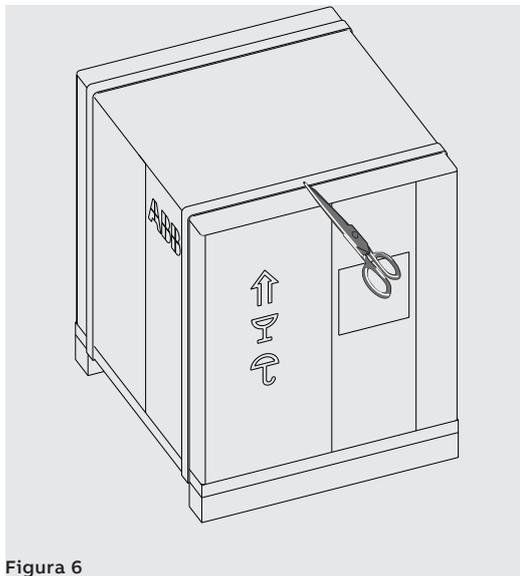
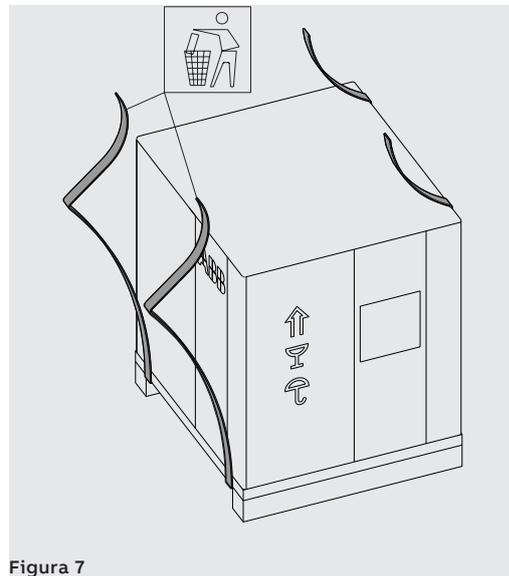

Figura 6
Figura 7
1. Tagliare le fascette che avvolgono la scatola d'imballo. Vedi Figura 6 e Figura 7.